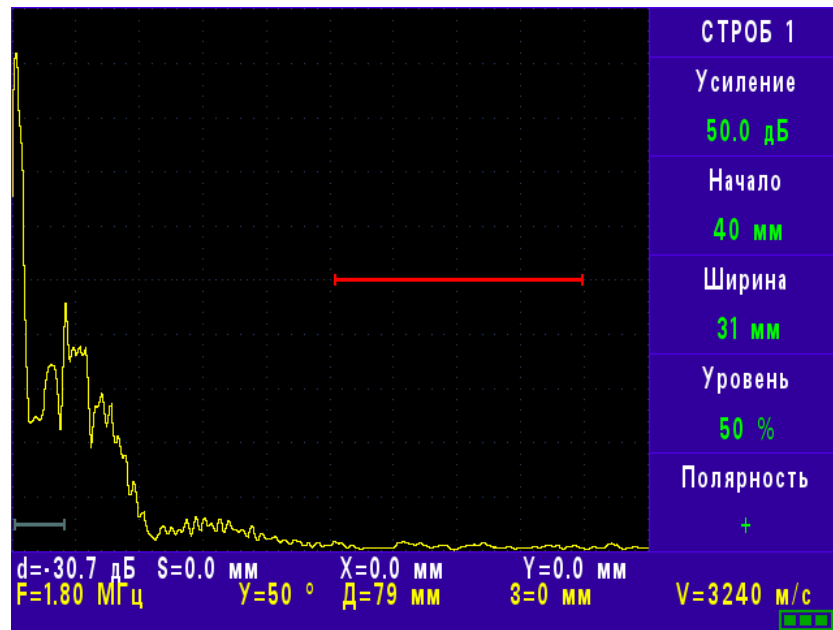

Рис. 5.8
5.5.4 Меню «СТРОБ 1» содержит следующие параметры (рис. 5.8).